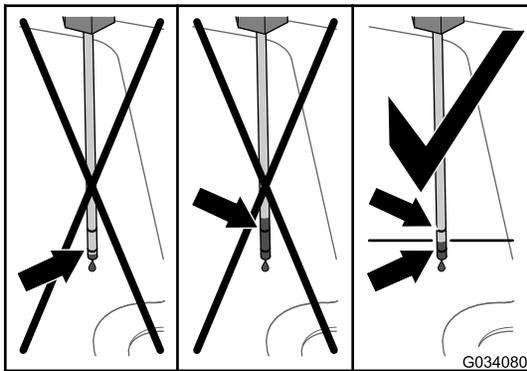
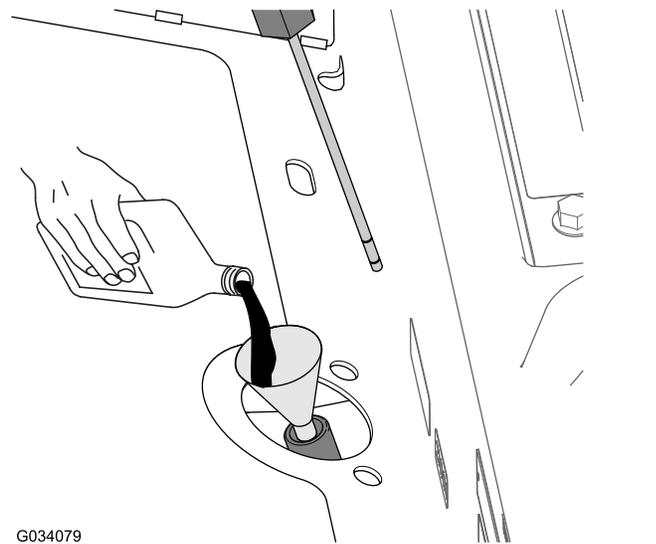

Figure 79
Figure 80
4. Ressortez la jauge et vérifiez le niveau de liquide (Figure 79).
5. Si le niveau de liquide est en dessous du repère minimum sur la jauge, versez du liquide hydraulique spécifié dans le tube de remplissage (Figure 80) jusqu'à ce que le niveau se situe entre les repères minimum et maximum sur la jauge (Figure 79).
6. Versez le liquide hydraulique spécifié dans le tube de remplissage (Figure 80) jusqu'à ce que le niveau dans le carter de la boîte-pont (réservoir) se situe au centre entre les repères inférieur et supérieur sur la jauge (Figure 79).